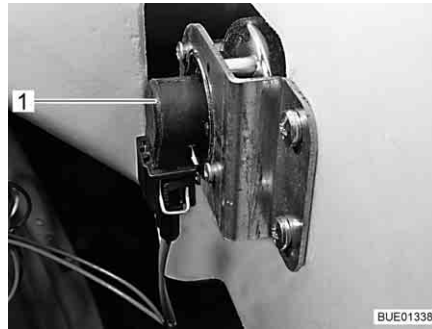

Bild 286 Körriktningsvisare
- Greppa tag bakom lamphållaren (Bild 286,1).
- Greppa tag bakom lampfästet (Bild 286,1).